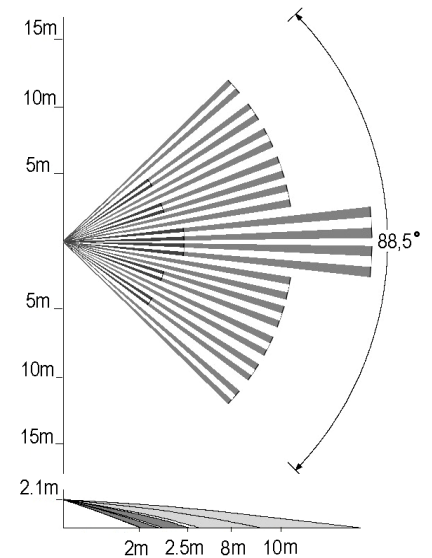

Рис.3 Диаграмма зоны обнаружения при наклоне основания извещателя вперед на угол 12 градусов.
- Широкоугольная линза, позволяет создать зону обнаружения максимальной площади (рис. 3).